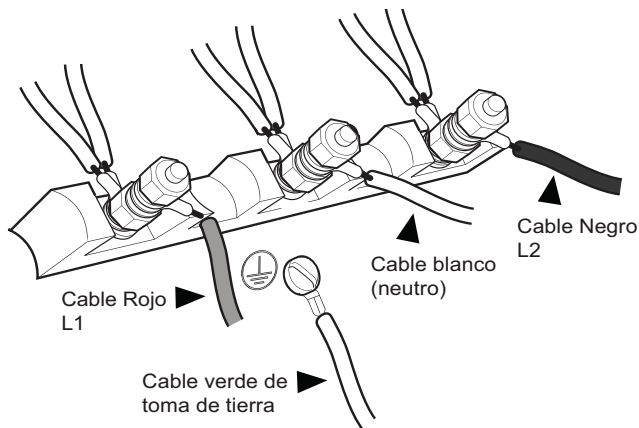

Figura 10: Conexión de cuatro cables
- Utilice una línea flexible de ¾" entre el suministro de gas y la línea de suministro del aparato. La línea de suministro de gas está ubicada en la parte inferior derecha de todas las estufas. (Figura 10). La línea de suministro de gas del aparato es de tipo NPT ½".
4. Fije el cable neutro de toma de tierra del circuito de alimentación al contacto central de la caja de conexiones con una tuerca (vea la *Figura 10*).